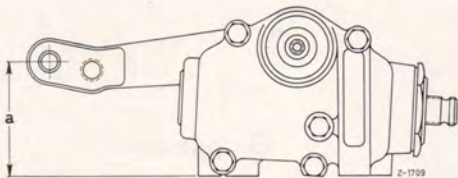

Bild 46-6/2
6. Maß „a“ = 76 ± 3 mm prüfen, notfalls durch Versetzen des Lenkstockhebels richtigstellen (Bild 46-6/2).